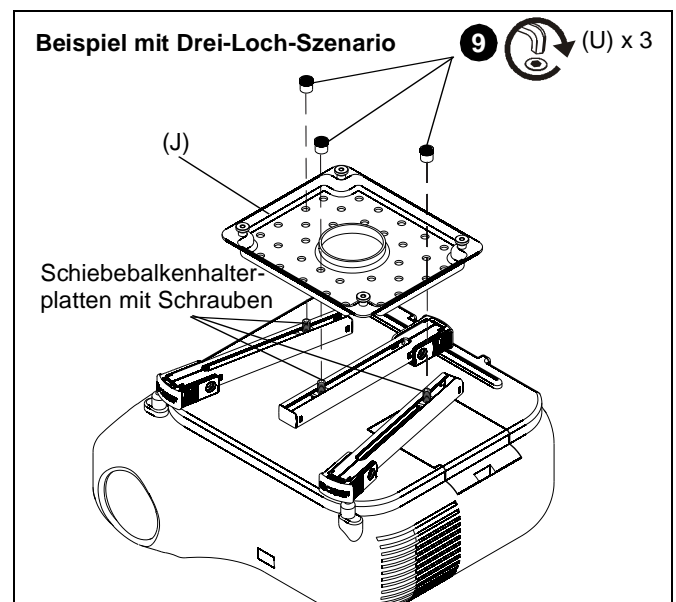
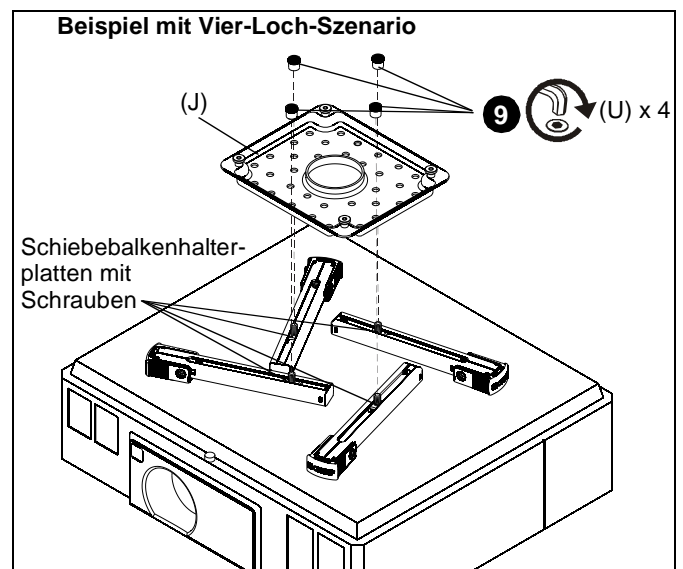

Abb. 18
Abb. 19
- Richten Sie die Beine so aus, dass die Schiebebalkenhalterplatten mit den Schrauben zur Mitte des Projektors zeigen. (Siehe Abb. 18) und (Siehe Abb. 19)
- Positionieren Sie die Schiebebalkenhalterplatten mit den Schrauben so, dass die SLMU-Hauptplatte (J) in ebener Lage auf die Beine montiert werden kann. (Siehe Abb. 18) und (Siehe Abb. 19)
- Befestigen Sie die Inbusmutter (V) mit einem 1/4"-Inbusschlüssel (U) an die Schrauben auf den Schiebebalkenhalterungen. (Siehe Abb. 18) und (Siehe Abb. 19)